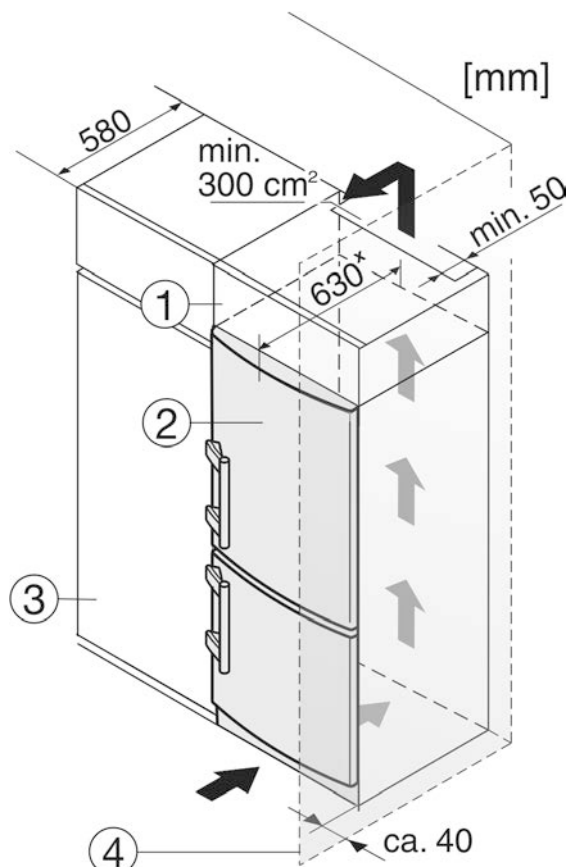

Fig. 9
(2) Устройство
(4) Стенка
Устройство может быть окружено предметами кухонной обстановки. Чтобы уравнивать устройство *Fig. 9 (2)* по высоте с кухонной стенкой, можно установить над устройством соответствующий дополнительный шкафчик *Fig. 9 (1)*.
При комбинировании с кухонными шкафами (глубина макс. 580 мм) устройство можно установить непосредственно рядом с кухонным шкафом *Fig. 9 (3)*. Устройство выступает сбоку на 34 мм* и по центру на 50 мм* относительно передней стенки кухонного шкафа.
Если устройство установлено на шарнирах у стены *Fig. 9 (4)*, то расстояние между устройством и стеной должно быть не менее 40 мм. Настолько выступает ручка при открытой дверце.